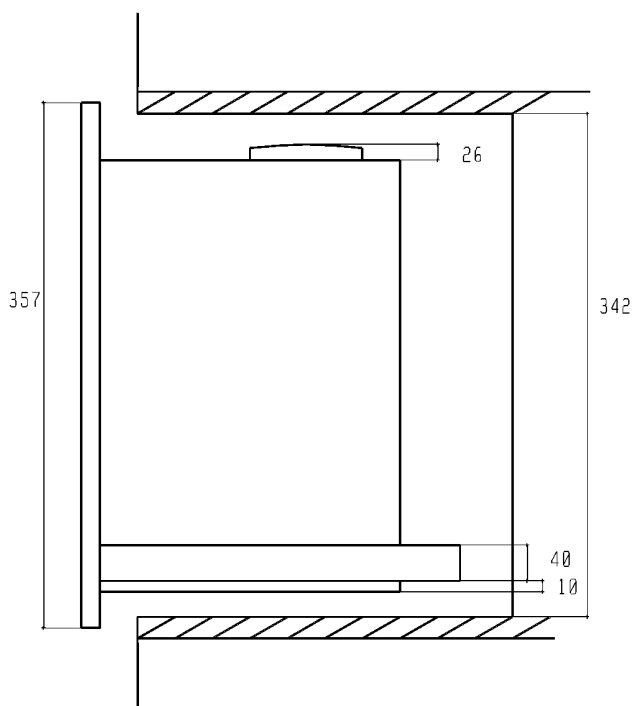

Fig. 5
- Insertar las guías telescópicas de la máquina de café en los soportes montados en el interior del mueble y hacerlos deslizar hasta el final de su recorrido para que disparen los toques de seguridad (fig. 5).